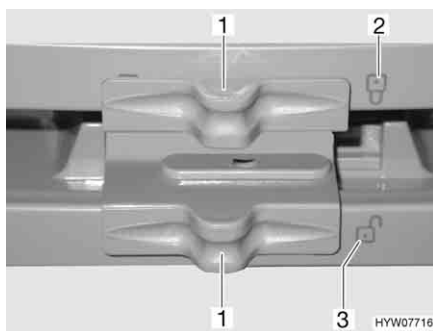

Fig. 106 Bloccaggio della porta del frigorifero/del vano congelatore (serie Dometic 7 con vano congelatore separato)
- Spingere il bloccaggio (Fig. 106,1) di lato in modo che la serratura aperta "G" (Fig. 106,3) sia visibile.
- Spingere il bloccaggio (Fig. 106,1) di lato in modo che la serratura aperta "🔓" (Fig. 106,2) sia visibile.